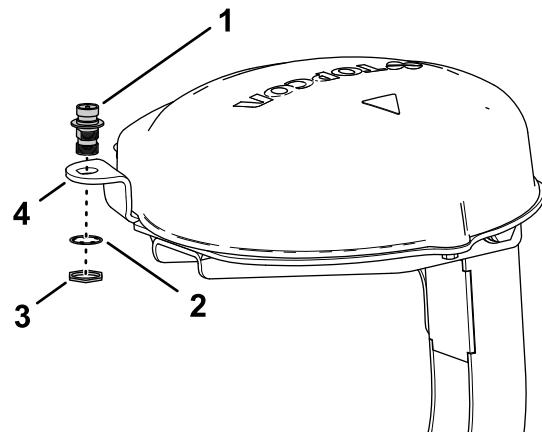

Рисунок 157
- Проденьте коаксиальный разъем через отверстие фланца антенны RTK так, чтобы проходная резьба разъема была направлена вниз (Рисунок 157).
- Установите коаксиальный разъем во фланец пластины приемника при помощи стопорной шайбы и контргайки и затяните контргайку от руки (Рисунок 157).